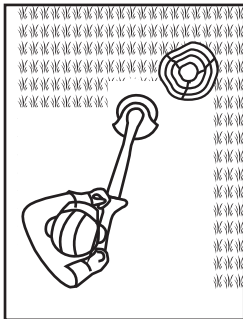

Fig. 21
4. Puxe o protetor de plantas (13) para fora para evitar que o dispositivo de corte entre em contacto com objetos rígidos, como paredes e lancis (Fig. 21, 22).